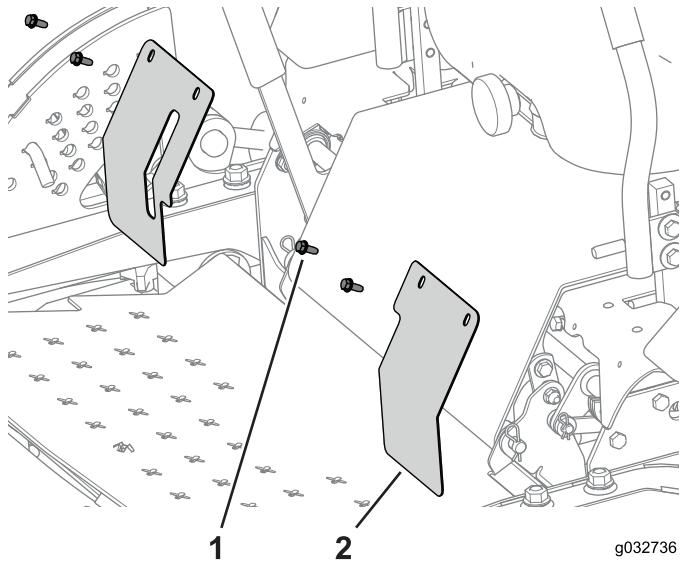

Figura 114
- Retire las chapas de cierre y apártelas (Figura 114).